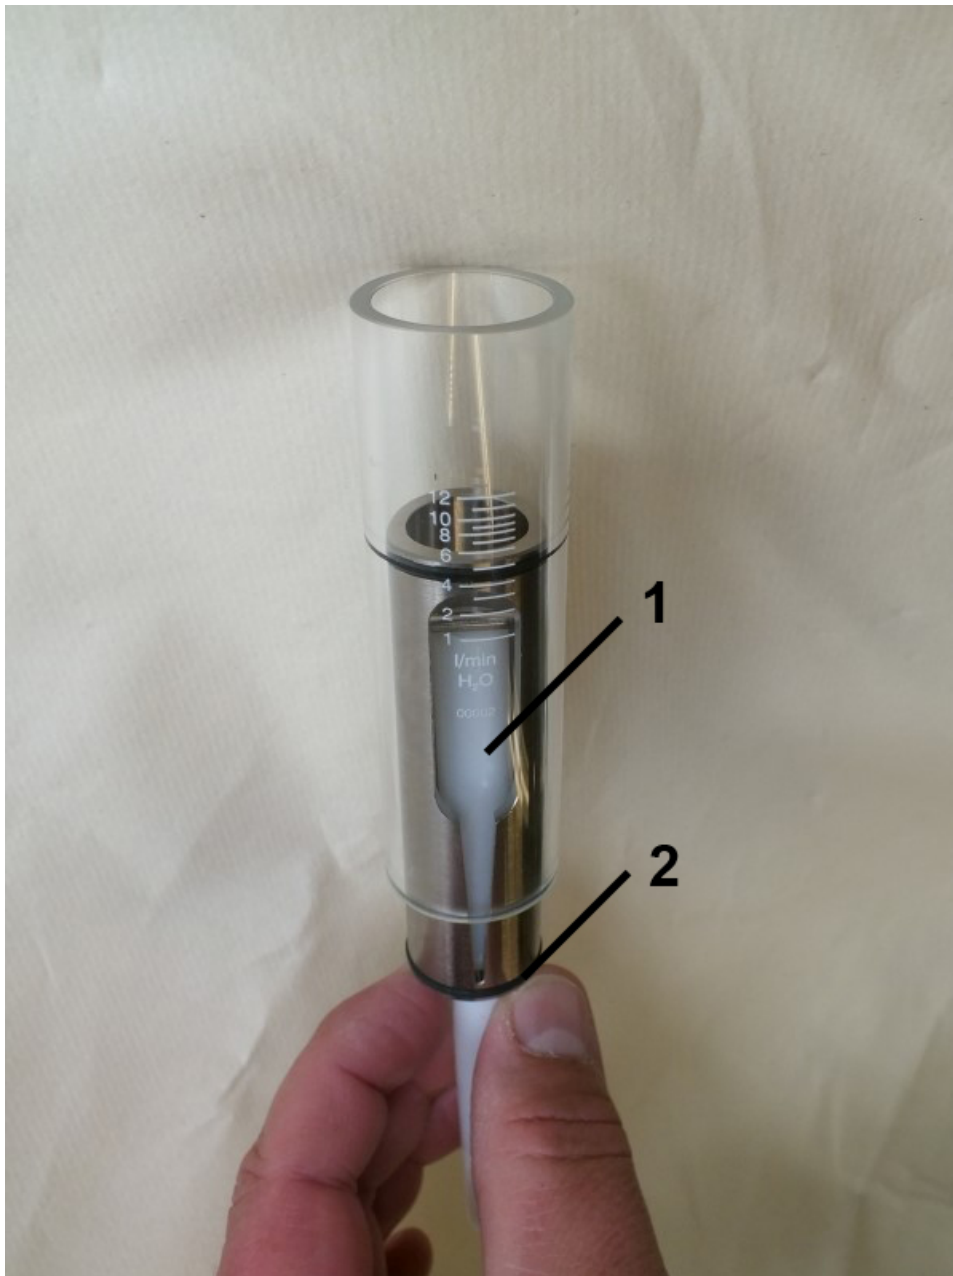

Abb. 51: Schlitzdüse durchschieben
5. ➤ Schlitzdüse mit Hilfe des Ausrichtwerkzeuges/Prüfstab (Abb. 51/1) so weit durch das Schauglas schieben, dass der untere O-Ringsitz aus dem Schauglas herausragt (Abb. 51/2)